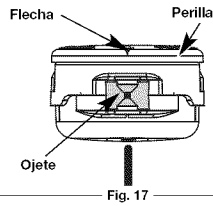

Fig. 17
2. Utilizando una línea de reemplazo de 10,5 pies (3.2 m). Empuje un extremo de la línea a través de uno de los ojetes hasta que salga por el lado opuesto. Continúe empujando o tirando de la línea hasta que la línea quede distribuida uniformemente, de manera que se vea aproximadamente 5 pies (1.5 m) desde ambos lados del cabezal de corte (Fig. 17)